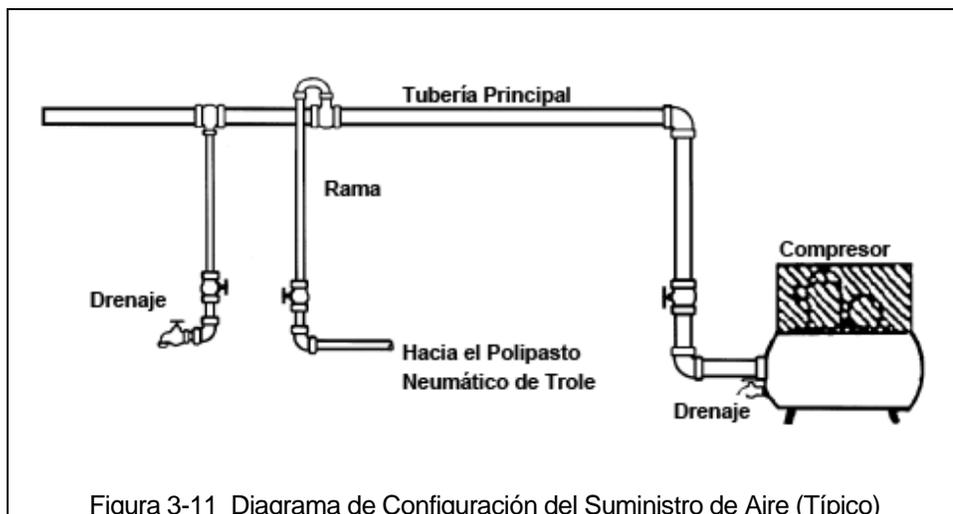

Figura 3-11 Diagrama de Configuración del Suministro de Aire (Típico)
- El filtro, el regulador (si está equipado) y el lubricador deben estar dispuestos en el orden que se muestra en la Figura 3-11.